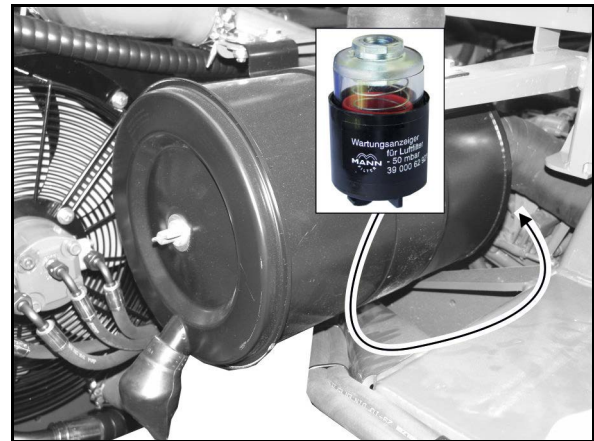

Fig. 164
2. Smøreoliefilterpatronen (Fig. 164/5) løsnes og skrues af med et almindeligt værktøj.